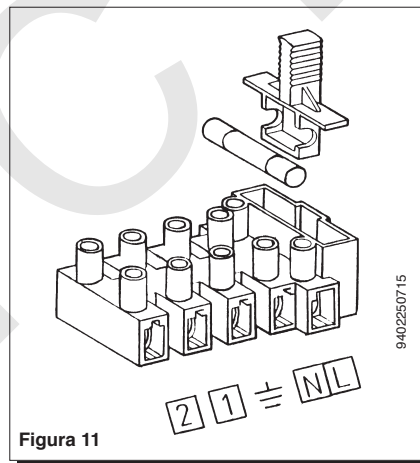

Figura 11
- accedere alla morsettiera di alimentazione (figura 11) come descritto al capitolo precedente;
- togliere il ponticello presente sui morsetti (1) e (2);
- acceder al tablero de bornes de alimentación (figura 11) como descrito en el capítulo precedente;
- remover el puente sobre los bornes (1) y (2);